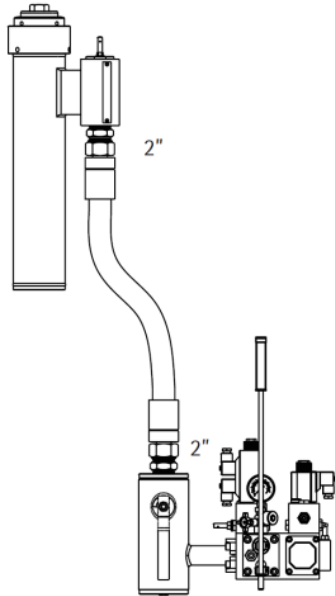

Fig. 11 – Collegamento con tubo flex 2"
- Con un solo tubo flessibile da 2" e nipples 2" angolo 60° (vedi Fig. 11);